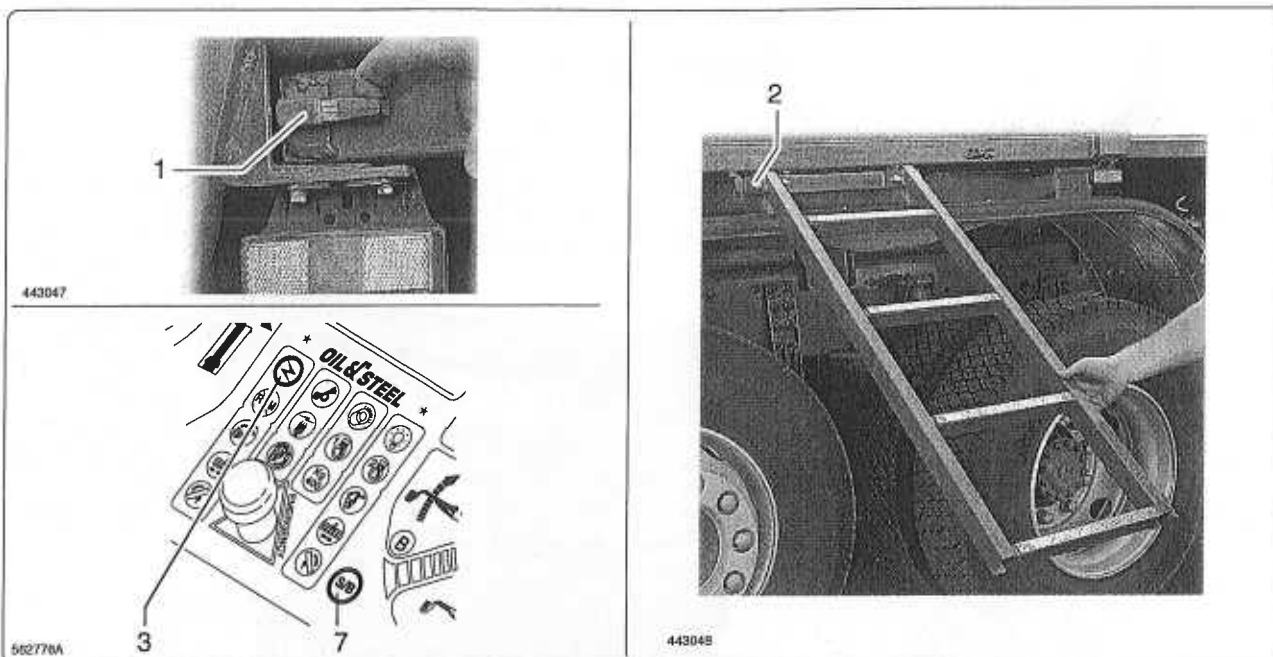

fig. 7.6.1
- Selezionare la funzione di “brandeggio” premendo il tasto “7”  (fig. 7.6.1).